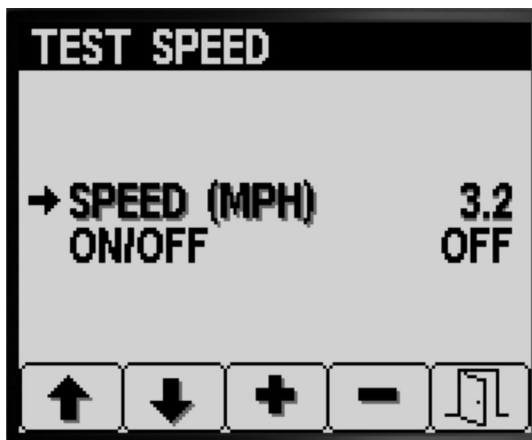

図 71
3. ボタン 1 と 2 で SPEED オプション間の移動 図 71。
4. ボタン 3 と 4 で、テスト速度の増減を行う 図 71。